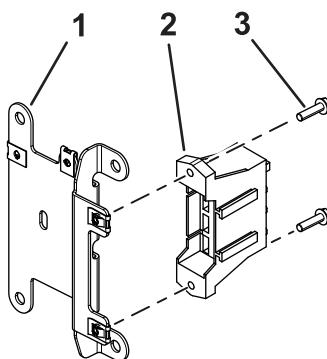

Figure 3
3. Fixez le porte-fusibles du faisceau sur la plaque de montage à l'aide de 2 vis (n° 10 x $\frac{3}{4}$ "), comme montré à la Figure 3.